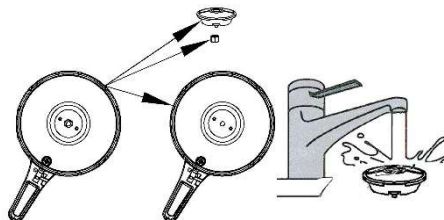

Fig.14
2、 Údržba těsnicího kroužku (Fig.14)
- ※ Zkontrolujte trubku vyfukovacího tlačítka. Pokud je ucpaná, odstraňte nečistoty. Poté trubku umyjte a opláchněte vodou. Fig.14